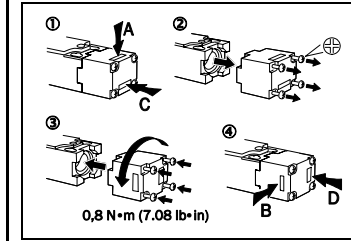

Abb. 4: Umstellen der Betätigungsrichtung
- Schrauben am Schalterkopf lösen (siehe Abb. 4).